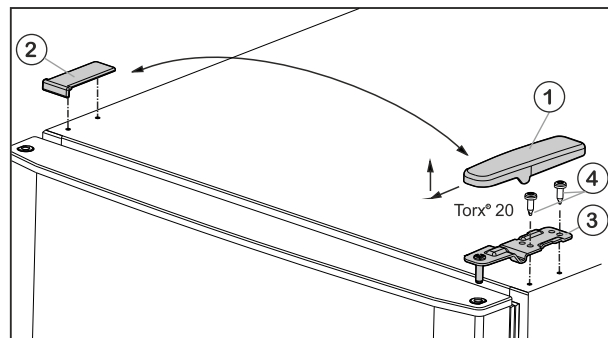

Fig. 6
- ▶ Зніміть кришку Fig. 6 (1) вперед і вгору.
- ▶ Зніміть кришку Fig. 6 (2).
- ▶ Викрутіть верхній опорний кронштейн Fig. 6 (3) (2 шт. Torx® 20) Fig. 6 (4) і відведіть вгору.
- ▶ Встановіть верхній опорний кронштейн Fig. 6 (3) в дверцята на новий бік шарніра.
- ▶ Прикрутіть верхній опорний кронштейн (**з моментом 4 Нм**) гвинтами (2 шт. Torx® 20) Fig. 6 (4). У разі необхідності скористайтеся акумуляторним гвинтокрутом.
- ▶ Встановіть і зафіксуйте кришку Fig. 6 (1) з протилежного боку ззовні.
- ▶ Також встановіть зверху і зафіксуйте кришку Fig. 6 (2) з протилежного боку.